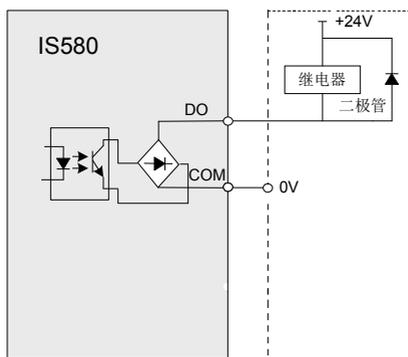

图 3-60 数字输出端子接线示意图
- 一定要正确安装吸收二极管的极性。如图 3-60。否则当数字输出端子有输出时，马上会将直流 24V 电源烧坏。